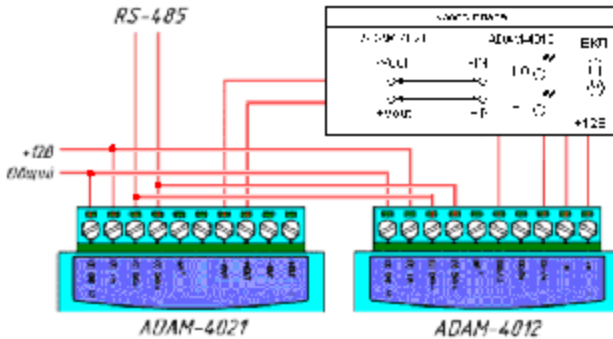

Рисунок 2.4 – Вимірювання напруги. Схема № 2
2.14.2 Використовуючи сполучні проводи, зберіть вимірювальну схему №2, зображену на рис.2.4. Якщо необхідно, сполучні проводи отримайте у лаборанта. Зібрану схему покажіть викладачеві.
Біти (2..5) параметру конфігурації модулю ADAM-4021 задають швидкість зміни вихідного струму/напруги. Ця можливість може бути використана для завдання лінійного закону зміни вхідного параметру і виміру проміжків часу. Для вимірювання швидкості зміни напруги можна використовувати схему, зображену на рис. 2.4. Схема експерименту наведена на рисунку 2.5.